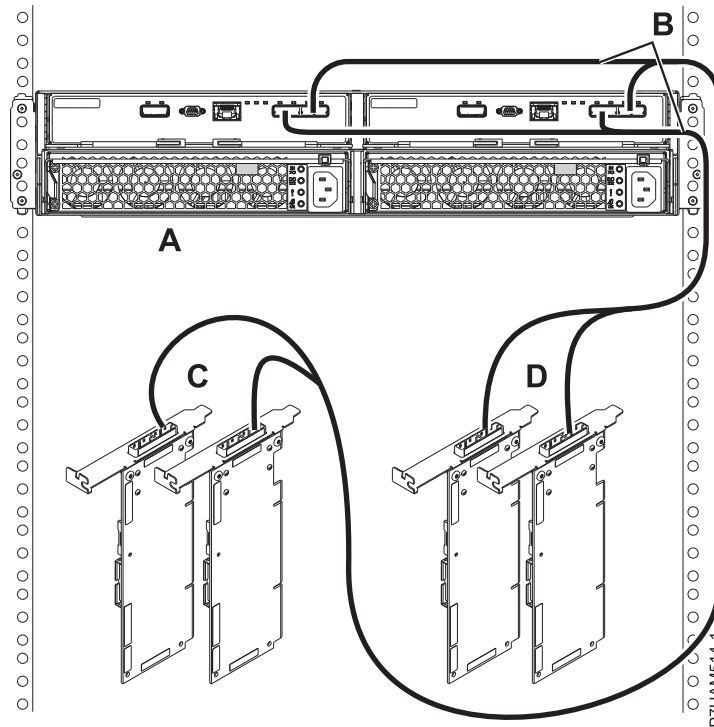

図 42. 5887 ディスク・ドライブ・エンクロージャのモード 2 接続 (2 つの SAS アダプター・ペアへの X ケーブルを使用した接続)
16. 93 ページの図 42 に示すように、2 対の SAS アダプター・ペアへの X ケーブル (B) を使用した、1 台の 5887 ディスク・ドライブ・エンクロージャ (A) のモード 2 接続を行います。